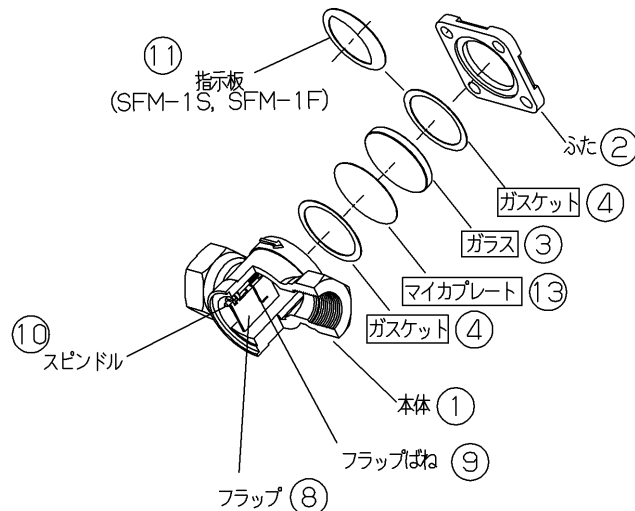

図 5
(1) 本体①にガスケット④、マイカプレート⑬、ガラス③、ガスケット④(SFM-1S,SFM-1F 型は、指示板⑪です。)、ふた②の順に組み付けてください。(図 5、写真 7、8)